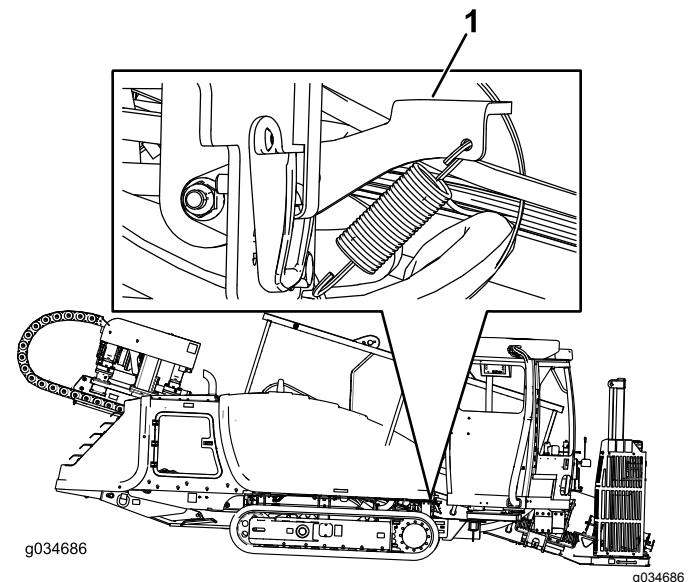
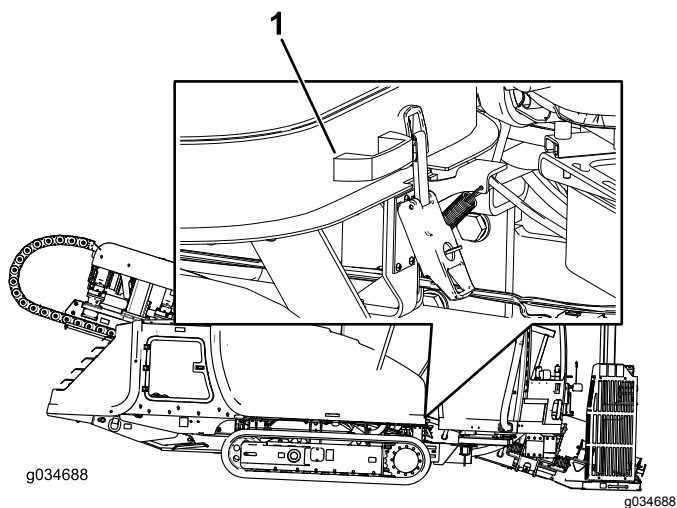

Figura 70
Figura 71
3. Tire hacia abajo del cierre del capó, según se muestra en Figura 70.
4. Mantenga el cierre del capó (Figura 70) levantado y tire del asa, según se muestra en Figura 71.